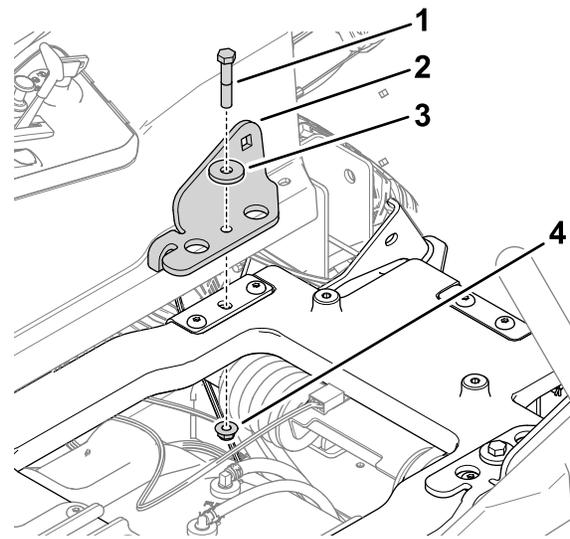

Figura 7
- Montate le staffe della cintura di sicurezza sulla piastrina del sedile con 2 bulloni parzialmente filettati ($\frac{3}{8}$ " x 2"), 2 rondelle e 2 dadi di bloccaggio ($\frac{3}{8}$ ") come mostrato nella Figura 7. Ripetete l'operazione sull'altro lato.